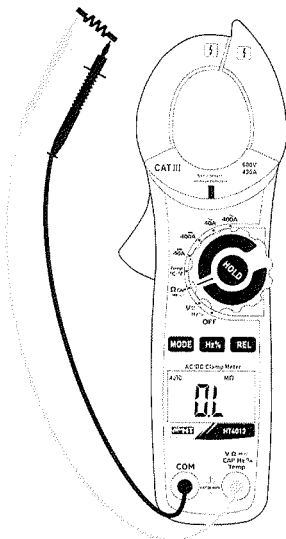

Abb. 5: Verwendung der Zange für Widerstandsmessung
3. Stellen Sie die Messleitungen in die gewünschten Punkte des zu messenden Kreises (siehe Abb. 5). Der Widerstandswert erscheint auf dem Display.